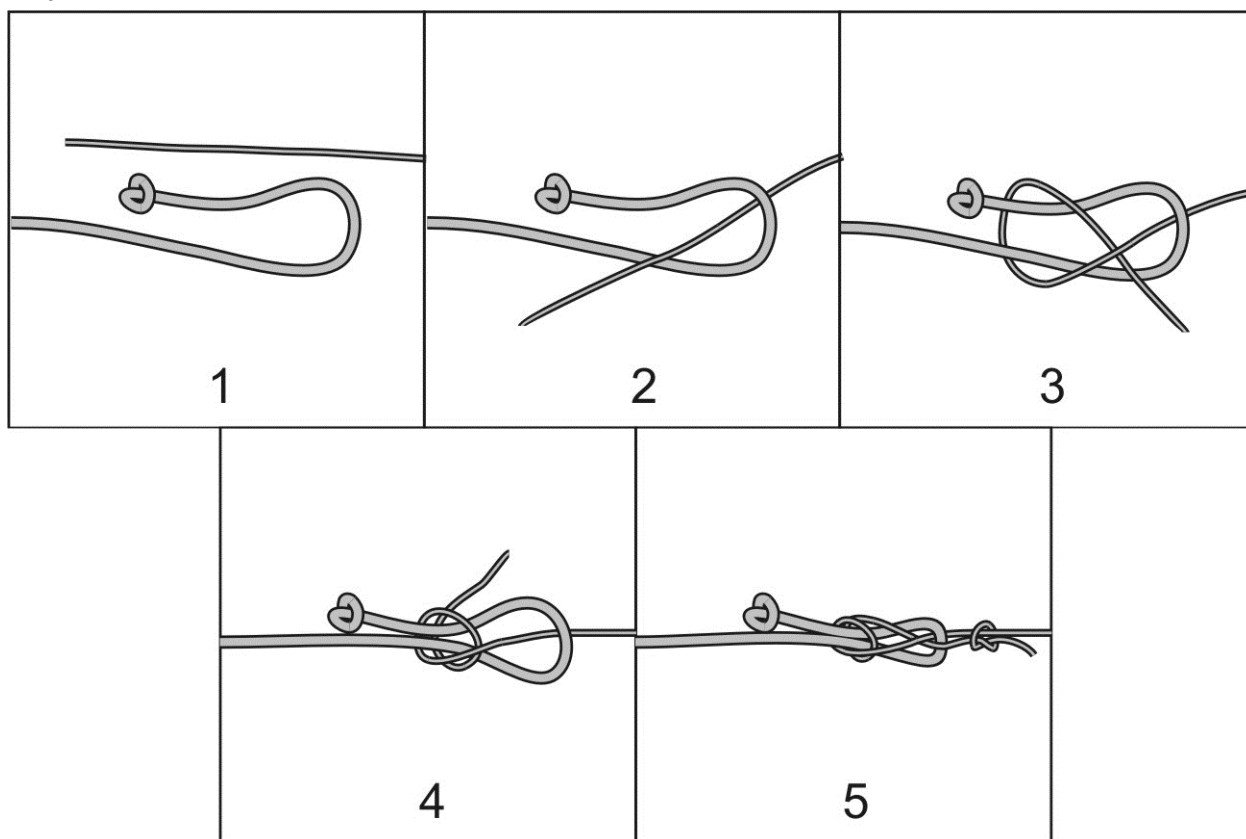

Рисунок 22
29.3.3. Связывание веревок различного диаметра производить брамшкотовым узлом (рисунок 22):